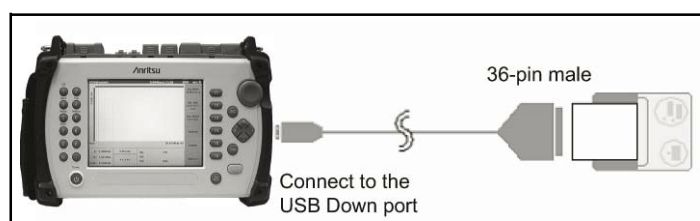

Figura 4-23: Conexión de la impresora BL-80RII
1. Conecte la impresora BL-80RII a la unidad MT9083A como se muestra en la Figura 4-23 y encienda la impresora.